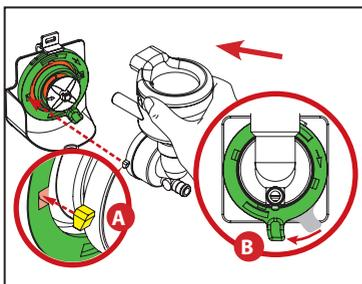

Fig.4
3. Dawwar il-panċa tal-immuntar skont l-arloġ sakemm it-toqob tal-mikser ikunu allinjati mal-pożizzjoni tat-tlieta u tad-disgħa tal-arloġ. Allinja l-ganċijiet ta' gwida fuq il-bieqja tal-mikser u daħħalhom minn ġol-panċa u għal ġox-xaži (A). Fl-aħħar, illokkja l-bieqja tal-mikser billi ddawwar il-panċa tal-immuntar skont l-arloġ sakemm tieqaf iddur kompletament u t-tab tkun fil-pożizzjoni llokkjata (B). (Ara Fig.4)